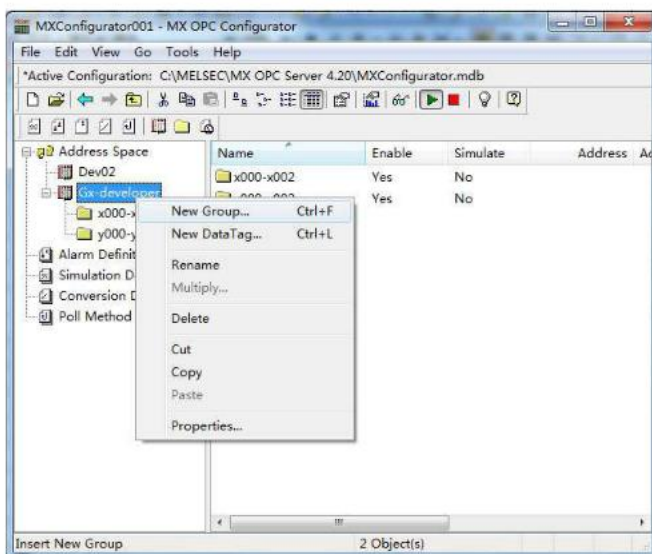

图 10
(9) 在新建设备下，新建 “New Group” 或 “New DataTag”，也可将建好的数据加入某数据群，图 10。